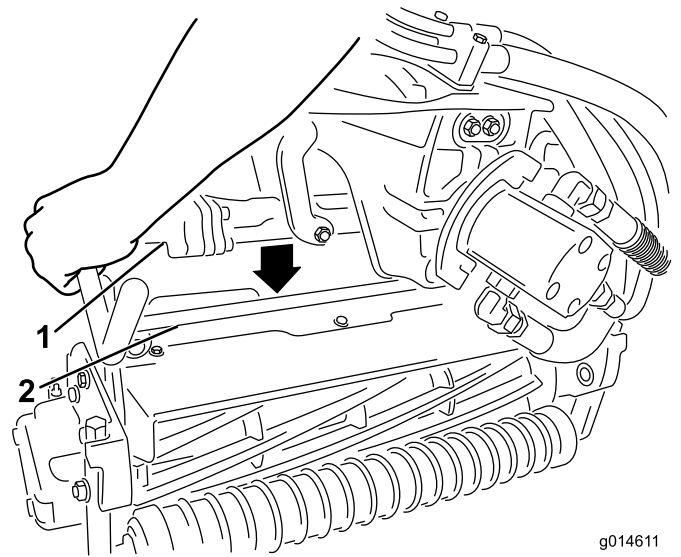
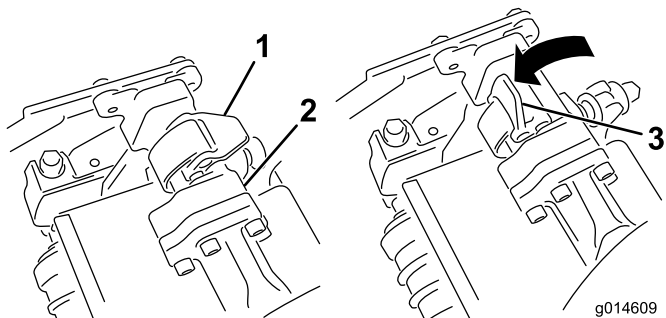

Bild 33
Bild 32
4. Drücken Sie die Riegel nach unten und um die Mähwerkstange und arretieren sie (Bild 32).
3. Die Riegel an der Aufhängearmstange müssen nach oben zeigen (d. h. offen) (Bild 32); drücken Sie den Aufhängearm dann so nach unten, dass die Stange über die Stange an der Oberseite des Mähwerks passt (Bild 33).
4. Öffnen Sie die Riegel an der Aufhängearmstange des Mähwerks, das Sie entfernen möchten (Bild 32).